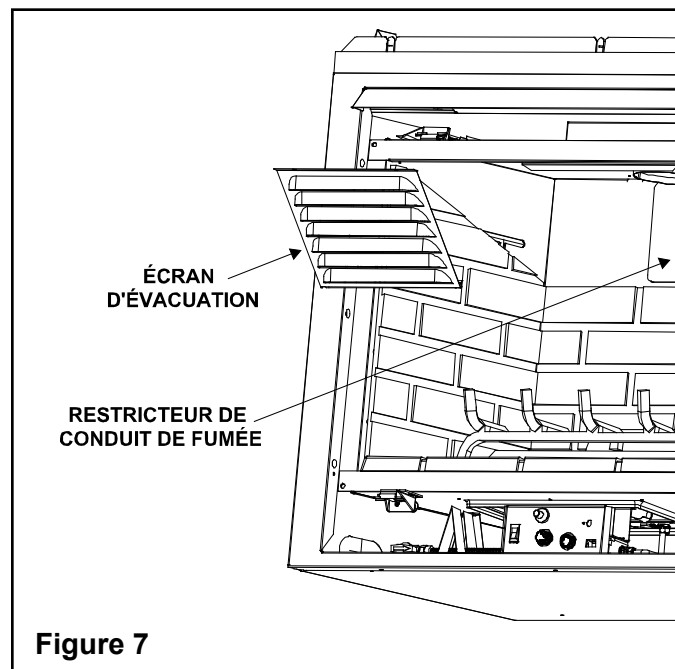

Figure 7
1. Retirez l'écran d'évacuation à l'aide d'un tournevis à douille de 1/4 po en retirant les quatre vis le retenant en place (voir la figure 7).